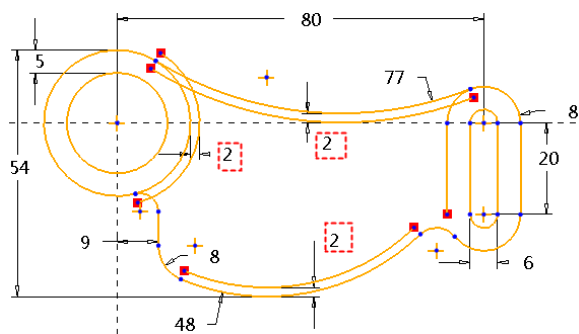

图 2-89 创建 3 条偏移曲线
- 单击  按钮，偏移出如图 2-89 所示的内部轮廓中的中间线段。